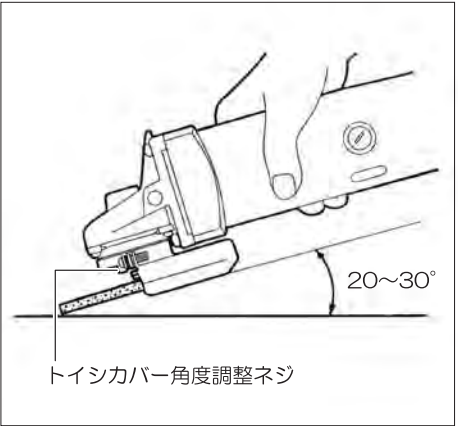

図15
●研削(図15参照)
- 材料の加工する面に対し、トイシの面が20°～30°位の角度であたるようにしてください。(図15参照)
- トイシカバーの本体差込口に固定ネジがついています。角度を調整するときは、固定ネジを⊕ドライバー(市販品)でゆるめて調整してください。(図15参照)